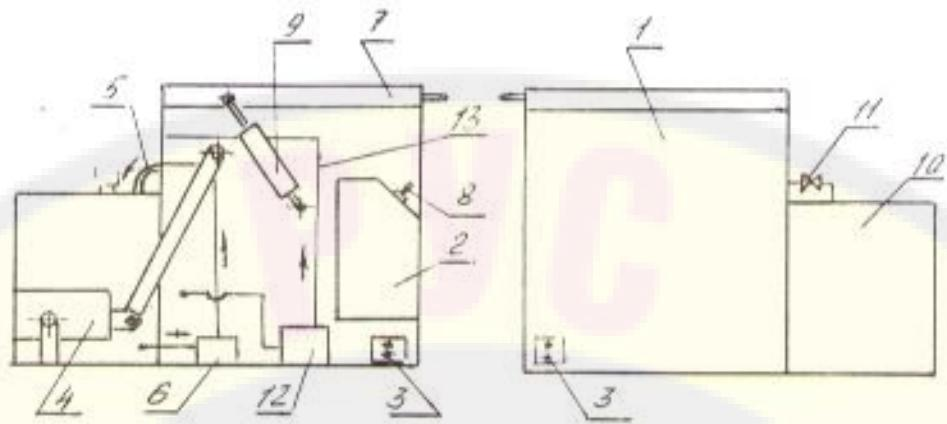

Рис.1.
4.1. Установка моечная состоит из следующих узлов ( см рис.1):
- 5.3.4. Соединить рукавом (поз.5 рис.1) лоток сбора МЗ с ванной сбора МЗ (поз.10 рис.1).
- 5.3.5. Соединить насос (поз.6 рис.1) с ванной сбора МЗ и моечной ванной (поз.1 рис.1).
- 5.3.7. Установить пневмоцилиндр подъёма крышки (поз.9 рис.1).
6.2.1. Раз в смену, перед началом работы, провести очистку моечной ванны от МЗ. Для этого включить вводной автомат, открыть крышку моечной ванны, кран (поз.5 рис.1), кнопкой «НАСОС» пустить насос, открыть кран (поз. 11 рис.1) лотка сбора МЗ. Очистку провести в течение 5 минут. Отключить насос, закрыть крышку (поз.7 рис.1) моечной ванны и краны лотка и насоса.